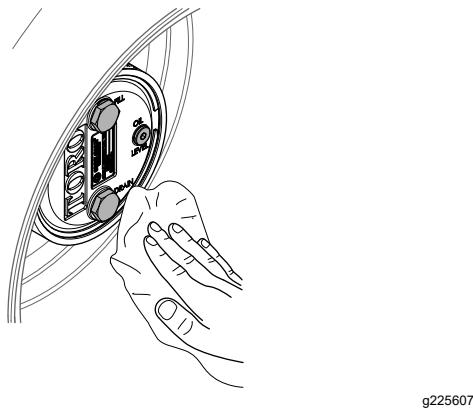

Figure 85
- Essuyez soigneusement les carters de frein et de train planétaire (Figure 85).